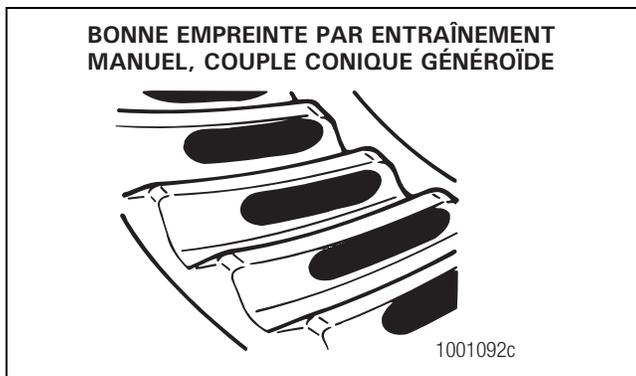

Figure 5.69
- Examiner la portée des dents sur la couronne. Comparer les empreintes à celles des figures 5.69, 5.70 et 5.71.
Idéalement, les empreintes laissées par l'entraînement manuel d'un couple conique de types conventionnel ou géméroïde se situent vers le talon et au centre de la dent, soit entre le sommet et le pied de la dent. Figure 5.69.